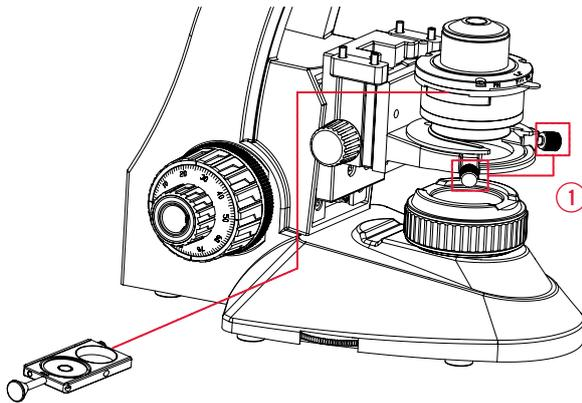

Abb. 8
- Schieben Sie den entsprechenden Phasenschieber 10X oder 40X von links ein und bringen Sie so den Lichtring in den Strahlengang (Abb. 8).